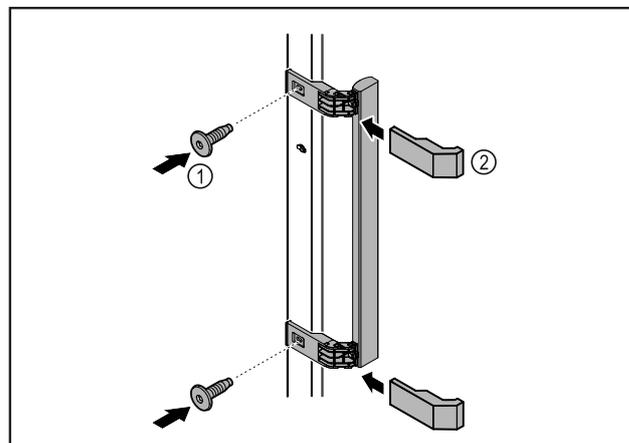

Fig. 3
- ▶ Установите на двери ручку из набора принадлежностей, используя прилагающиеся винты Fig. 3 (1).
- ▶ Установите крышку Fig. 3 (2).